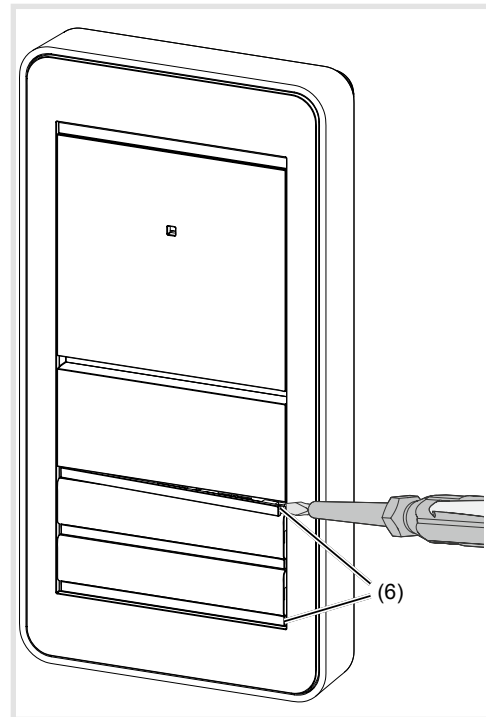

Figura 15: rimozione delle strisce di copertura
- Sollevare in avanti ed estrarre le strisce di copertura di bloccaggio (6) sopra e sotto con il cacciavite (figura 15).